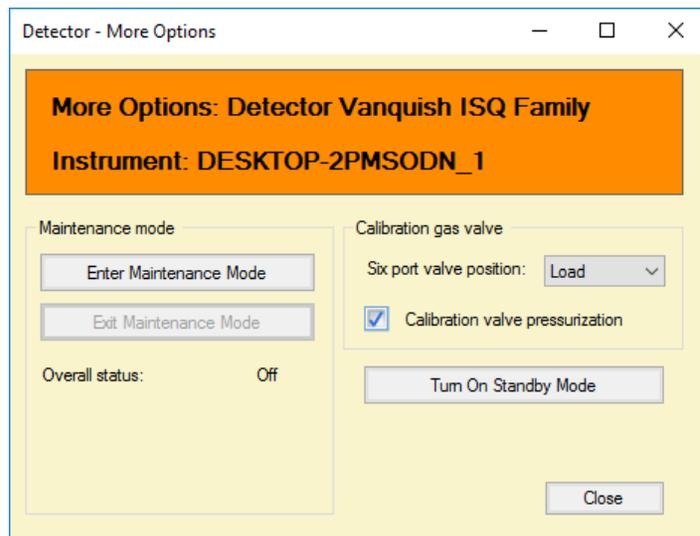

Figure 57 : Case Calibration valve pressurisation cochée
- 2) Cochez la case **Calibration Valve Pressurization** (pressurisation de la vanne d'étalonnage). Voir Figure 57.